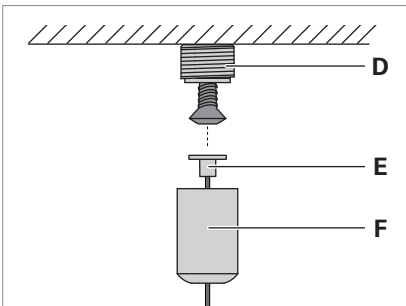

Fig. 7: Monter la fixation pour plafond.
- ▶ Vissez au plafond un filetage **D** à la distance **a** par rapport à la tôle de support montée auparavant en utilisant une vis appropriée, voir Tab. 2 et Fig. 7.